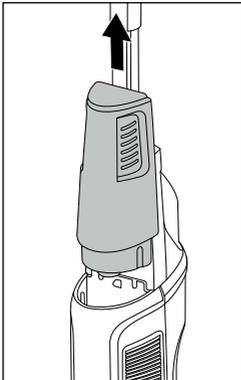

Abb. 6
- ▶  Füllen Sie nur kaltes bis warmes Leitungswasser (bis max. 60 °C) oder destilliertes Wasser in den Frischwasserbehälter ①. Verwenden Sie kein kochendes Wasser.
- ▶ Betreiben Sie das Gerät niemals ohne Wasser im Frischwasserbehälter ①.
- ◆ Fassen Sie den Frischwasserbehälter ① an den seitlichen Greifrillen und ziehen Sie diesen nach oben aus dem Gerät (siehe Abb. 6).